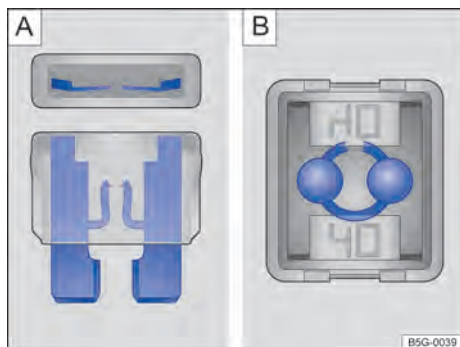

Fig. 223 Fusível queimado: **A**) fusível plano, **B**) fusível de bloqueio.
- Um *fusível plano* (ATO®, MINI®) queimado é reconhecido de cima ou de lado pela carcaça transparente nas faixas metálicas derretidas → Fig. 223 **A**.
- Um *fusível de bloqueio* (JCASE®) queimado é reconhecido pelas faixas metálicas derretidas por cima da carcaça transparente → Fig. 223 **B**.